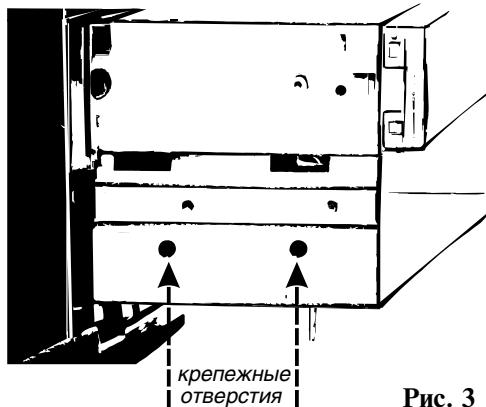
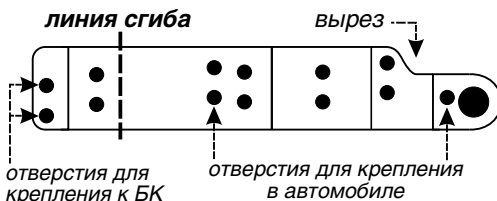
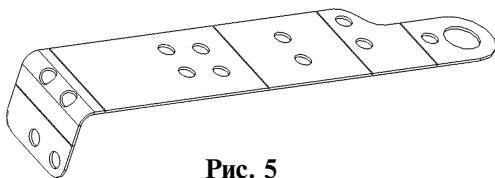

Рис. 3
Рис. 4
Рис. 5
3. Выдвиньте вперед металлический блок. Рис. 3.
4. С двух сторон блока открутите винты крепления пластмассового перчаточного ящика. Рис. 3.
7. Штатные отверстия, через которые крепился перчаточный ящик, рис. 3, необходимо увеличить (рассверлить, раскрутить саморезами).
8. Бортовой компьютер устанавливается на двух кронштейнах. Кронштейн, внешний вид которого приведен на рис. 4, представляет собой металлическую пластину.
9. Согните пластины по линии сгиба, рис. 4, под прямым углом, как показано на рис. 5, сгибайте кронштейны в противоположные стороны (зеркально), учитывая, что кронштейны будут устанавливаться один с правой, другой с левой стороны.
14. Установите бортовой компьютер в отсек. Штатные отверстия, рис. 3, в металлическом блоке через которые крепился перчаточный ящик и крепежные отверстия на кронштейнах, рис. 4, должны совпадать. Наживите и затяните саморезы.